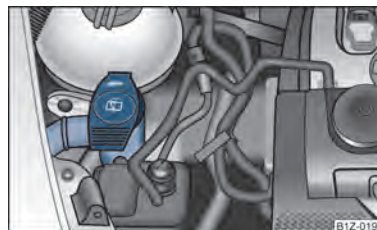

Fig. 156 Compartiment moteur : Réservoir du lave-vitres
- Le réservoir contient le liquide de nettoyage pour le pare-brise ou pour la lunette AR et le lave-phares. Ce réservoir se trouve dans le compartiment moteur, devant et à droite → fig. 156.